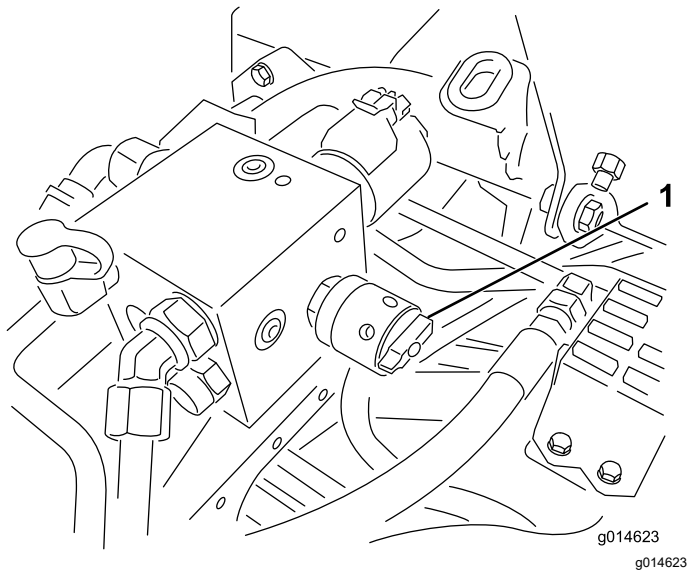

Figure 59
6. Tournez la commande de vitesse des cylindres à la position 1 (Figure 59).
4. Pour régler la vitesse des cylindres, tournez le bouton (Figure 59) jusqu'à ce que les flèches soient en face de la valeur déterminée à l'opération 3.